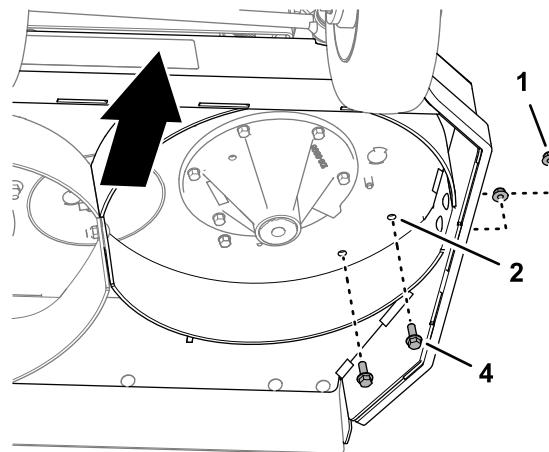

Figure 10
4. Insérez 2 vis à embase (3/8" x 1") dans les trous de 10 mm du plateau de coupe (Figure 10) et fixez les vis avec 2 contre-écrous à embase (3/8") que vous avez retirés à l'opération 3.